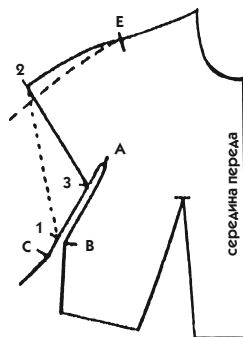

Рис. 745
1. Проведите временную линию низа рукава от уровня точки В к длине, отмеченной на линии верхнего среза засечкой 2 (пунктирная линия между засечками 1 и 2 на рис. 745), которую надо несколько выпрямить для нашего случая (пунктир от точки Е).
- Приложите лекало к фигуре и проведите окончательную линию низа рукава. Результат, который вы видите на рис. 745, есть сплошная линия между точками 2 и 3 на лифе и между точками 3 и В на ластовице.